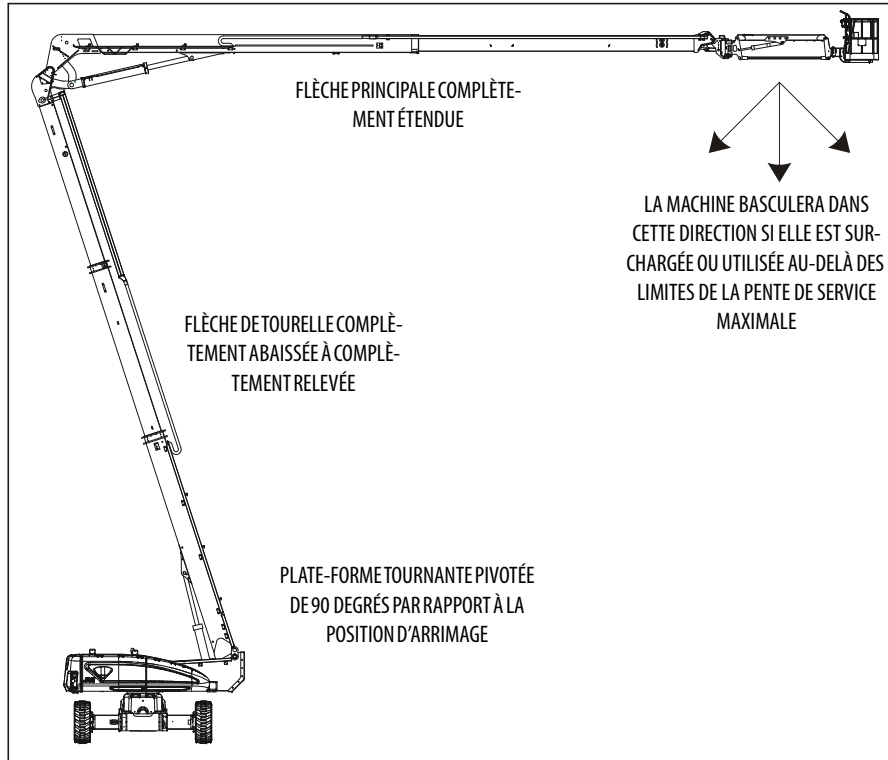
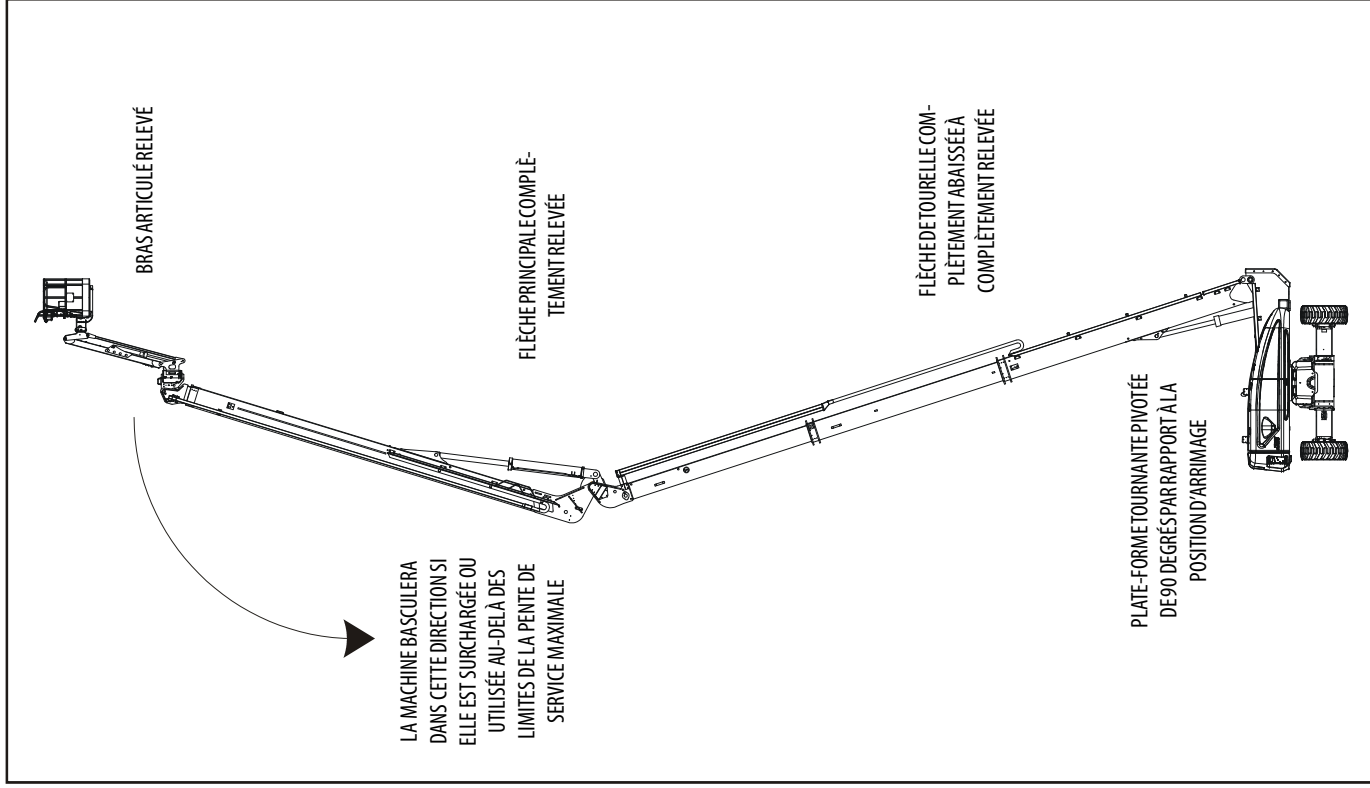

Figure 4-3. Position la moins stable vers l'avant
Figure 4-5. Positions les moins stables vers l'arrière – Fiche 2 de 2
La stabilité de la machine est basée sur deux (2) conditions, appelées stabilité VERS L'AVANT et stabilité VERS L'ARRIÈRE. La position la moins stable de la machine VERS L'AVANT est illustrée sur la (Voir la Figure 4-3.) et la position la moins stable de la machine VERS L'ARRIÈRE est illustrée sur la (Voir la Figure 4-5.)